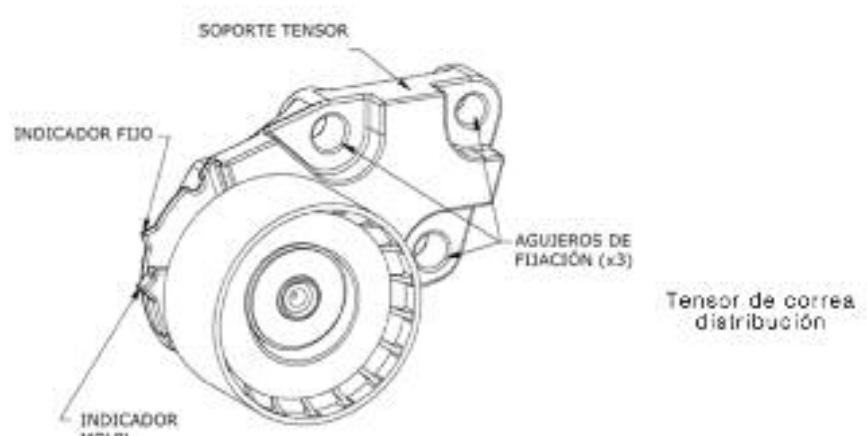

Figura 1. Tensor de correa de distribución ATB2220
6. Instale un tensor nuevo (Figura 1) sobre el motor y ajuste los tres (3) tornillos de montaje del tensor (M8) con torque de  $28.0 \pm 5.5$  Nm.